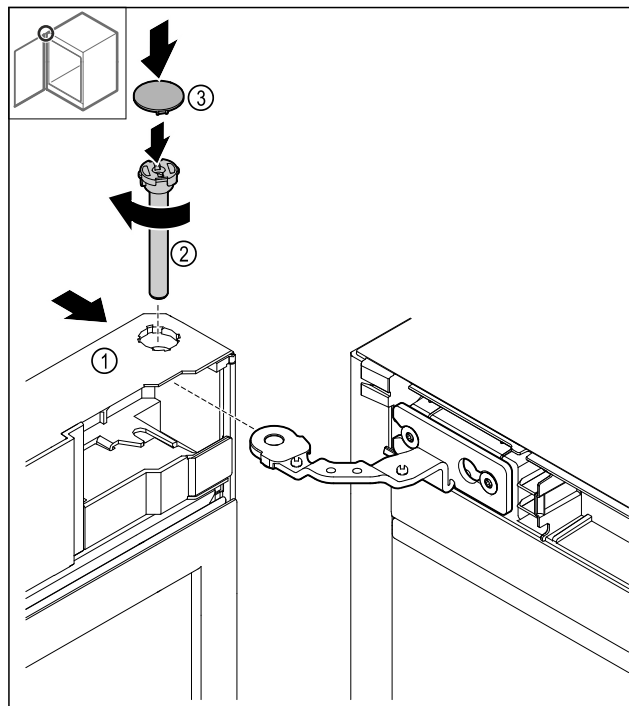

Fig. 48
- Deslizar la puerta Fig. 48 (1) hacia arriba sobre la bisagra.
- Insertar el perno Fig. 48 (2) y girarlo en sentido horario para apretarlo.
- Colocar la cubierta Fig. 48 (4).